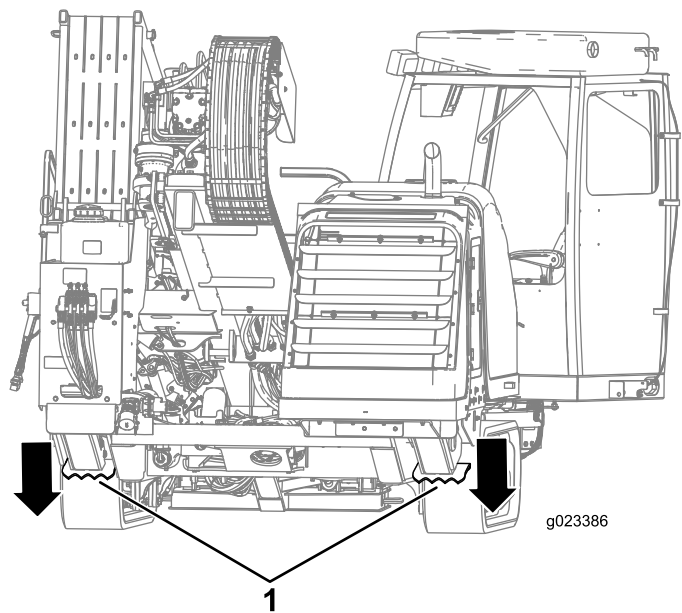

Figura 46
5. Desça os estabilizadores traseiros até se assentarem no solo, ou até obter o ângulo de entrada desejado (**Figura 46**).